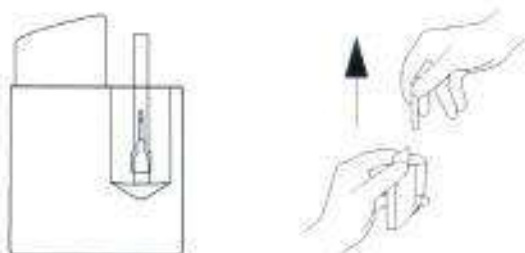

Figura 4-8 Preparar la aguja
6. Remueva la funda protectora de la aguja, jalando de la funda directamente hacia arriba (Figura 4-8). No gire la funda, ya que esto podría extraer la aguja.